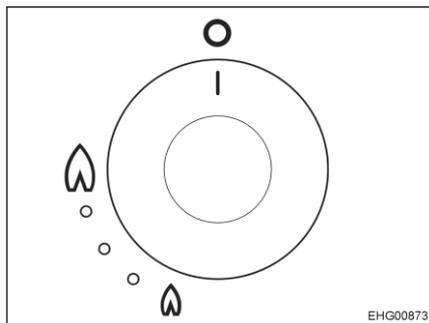

Fig. 127 Bouton tournant pour plaques à gaz
- Appuyer sur le bouton tournant (Fig. 127) du point de cuisson désiré et le tourner dans le sens inverse des aiguilles d'une montre sur la position d'allumage (grande flamme). Sur les modèles à allumage automatique, des étincelles qui enflamment le gaz qui s'échappe sont générées.